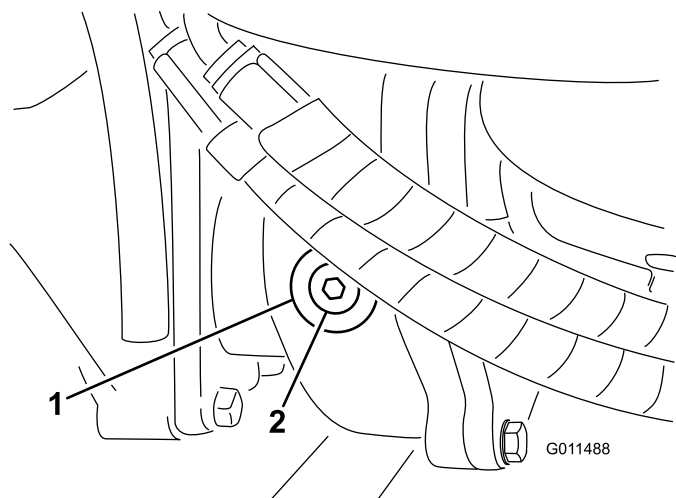

Figure 71
2. Enlevez le bouchon de contrôle/remplissage du côté gauche du boîtier d'engrenages (Figure 71) et vérifiez que le lubrifiant atteint la base de l'orifice. Si le niveau est bas, ajoutez suffisamment de lubrifiant pour rectifier le niveau.